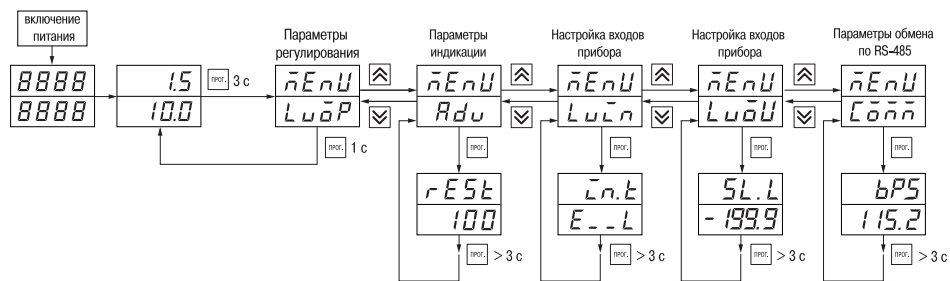

Рис. 19
7.1.2. Основные параметры прибора TPM201 объединены в 5 групп **LuOpP**, **Rdu**, **LuLn**, **LuOu** и **CoLn**, составляющие меню прибора (рис. 19). Полный список программируемых параметров приведен в Прил. Б.